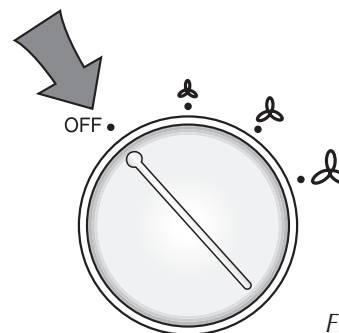

Fig. 3
- 2) Commutare la posizione del selettore (Fig. 3).
- 2) Shift the button (Fig. 3).
- 2) Positionner le bouton (Fig. 3).
- 2) Die Stellung des Griffes ändern (Fig. 3).